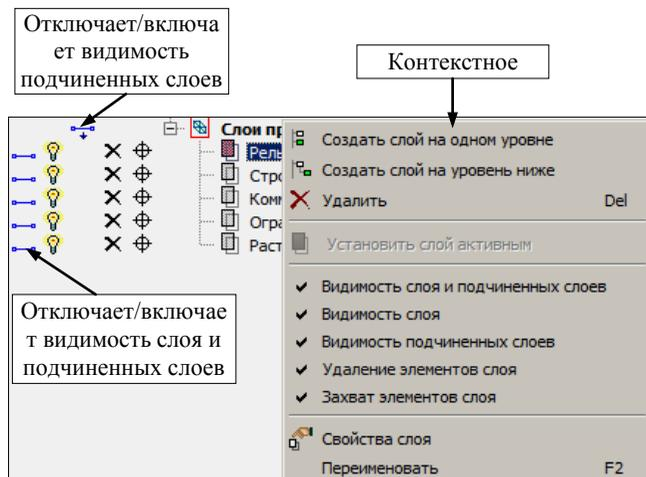

Рис. 3.12
Помимо этих команд, предусмотрены различные переключатели для управления видимостью слоев (☐ и 💡), условиями удаления ☒ и захвата ☒ элементов каждого слоя (рис. 3.12).
Эти настройки доступны также в контекстном меню каждого слоя (рис. 3.12), которое вызывается после наведения курсора на слой и нажатия на правую клавишу мыши.
Также создать новый слой, удалить слой можно с помощью команд контекстного меню (рис. 3.12). Для этого необходимо выбрать курсором нужный слой и нажать правую клавишу мыши.
3. Создайте новый слой в проекте **Лазурный**, используя команду контекстного меню (рис. 3.12).